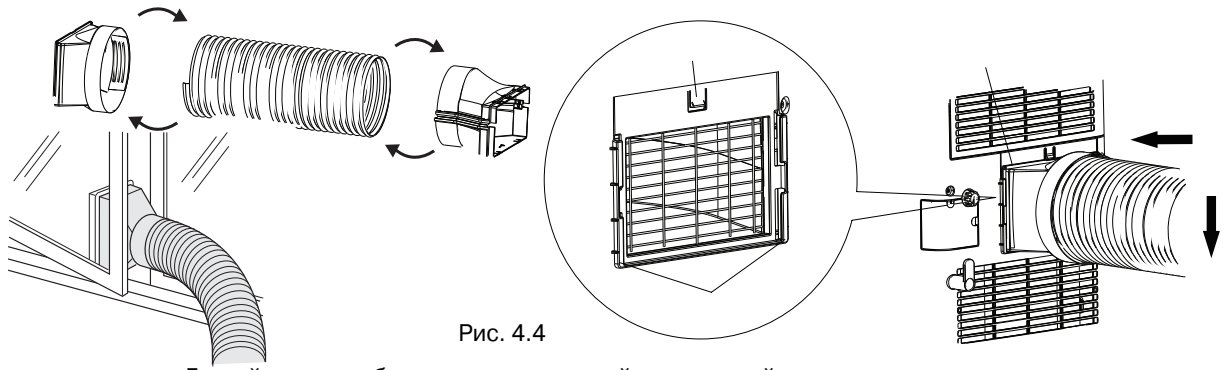

Рис. 4.4
- Подключите квадратный конец воздухоотводящей трубы к порту в соответствии рис. 4.4).